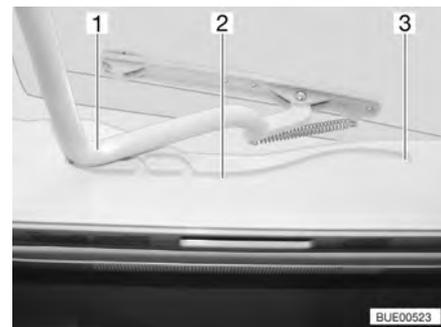

Fig. 65 Oblò Heki, guida
- Tirare la staffa (Fig. 65,1) nelle guide (Fig. 65,2) fino alla posizione più all'indietro (Fig. 65,3).
- Spingere la staffa (Fig. 65,1) leggermente verso l'alto con ambedue le mani.
- Tirare la staffa nelle guide (Fig. 65,2) fino alla posizione desiderata.